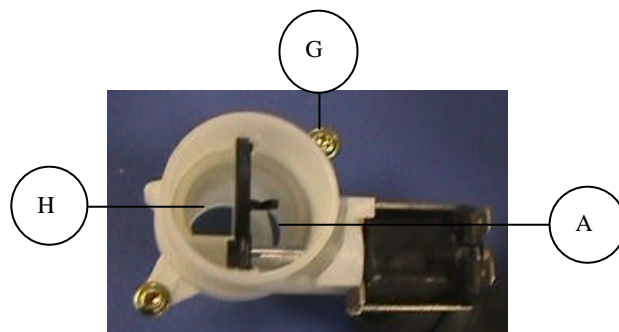

Fig.15.2
- 1) Sin selección de media carga esto es circulacion de agua en ambos distribuidores Fig.15.2